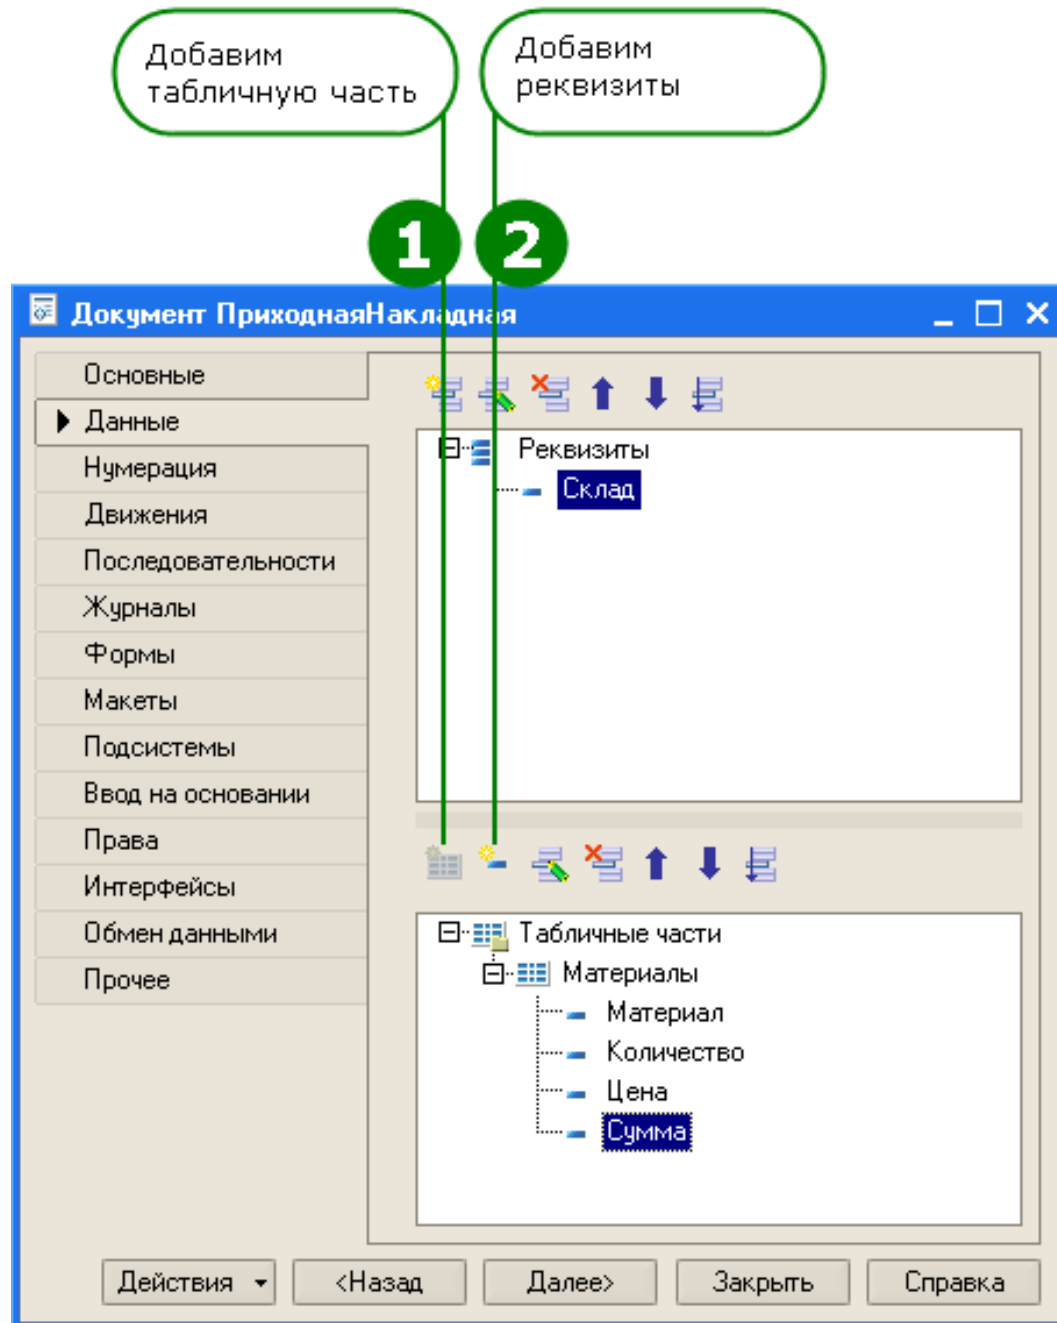

Рис. 2. Создадим табличную часть и опишем ее реквизиты
5. Добавьте табличную часть с именем Материалы и создайте у нее четыре реквизита (рис. 2):